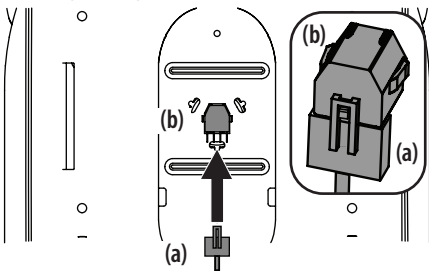

Figure 7
3. Si nécessaire, connectez en toute sécurité le faisceau de fils du commutateur du siège (a) au commutateur du siège (b). Consultez la Figure 7. Éloignez en toute sécurité l'excédent de fil des points de pincement avant de continuer.